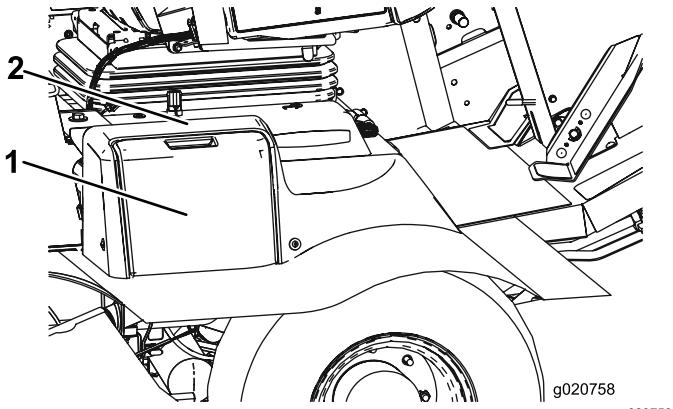

Bild 81
1. Öffnen Sie die Batterieabdeckung (Bild 81). an der Seite der Motorhaube.
**Hinweis:** Üben Sie Druck auf die flache Oberfläche über der Batterieabdeckung aus, um das Entfernen zu erleichtern (Bild 81).